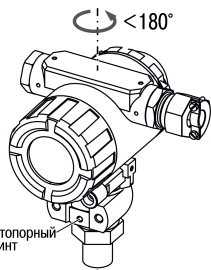

Рисунок 3.2 – Поворот корпуса
1. Ослабить стопорный винт с помощью шестигранного ключа (см. рисунок 3.2).